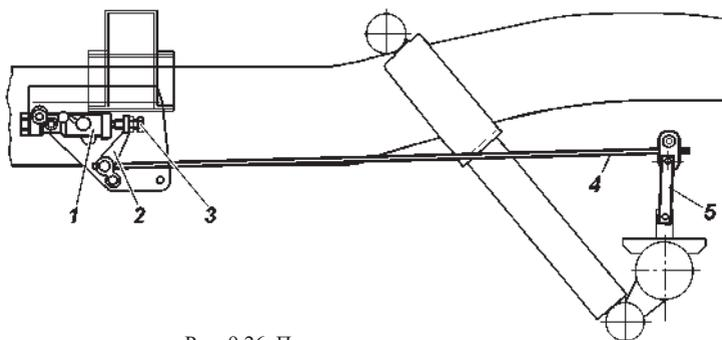

Рис. 9.26. Привод регулятора давления:
В процессе эксплуатации и при замене задних рессор, необходимо регулировать усилие упругого рычага 4 (рис. 9.26) на поршень регулятора. Регулировку производите в следующей последовательности:
4. Доверните болт 3 (рис. 9.26) на 2/3 оборота (14 граней головки болта).